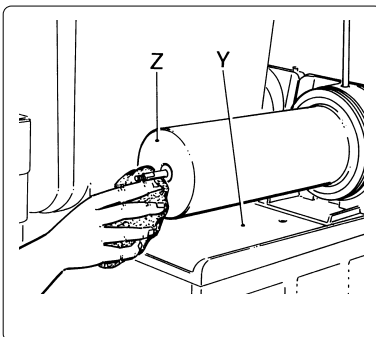

Fig. 15
- e) Lavar cuidadosamente todas las piezas, limpiar bien el plano (Y) y el evaporador (Z) (ver fig. 15).